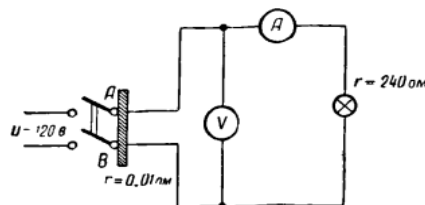

Рис.4.Схема ланцюга лампи
4. Визначити струм у ланцюзі лампи (схема рис. 4), а також через стрижень у разі короткого замикання стрижнем з опором $r = 0.01$ Ом.